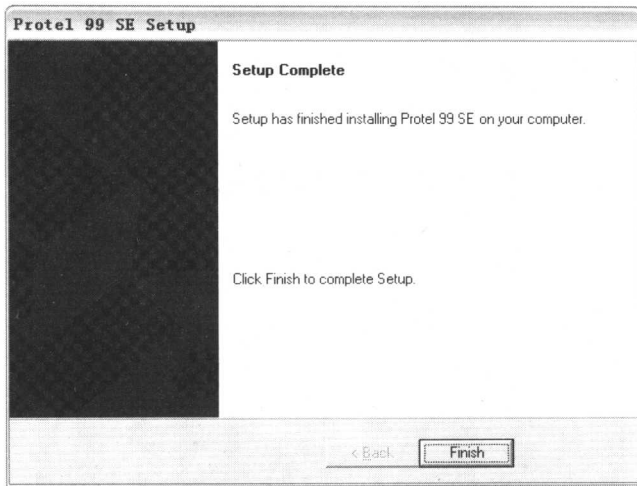

图 1-12 “Setup Complete”对话框
(13) 数分钟后,系统将自动弹出图 1-12 所示的“Setup Complete (程序安装完成)”对话框。